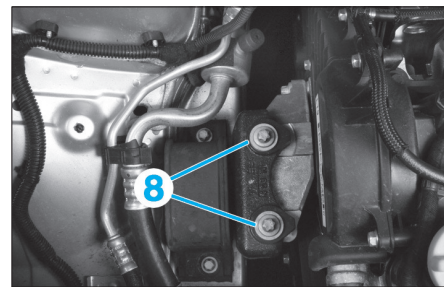

FIG. 97
- les vis de fixation (8) du support moteur (Fig.97),